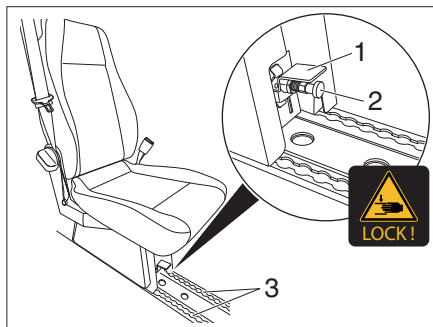

Fig. 20 Montar y desmontar asiento individual
- Tirar hacia arriba la palanca de bloqueo (Fig. 20,1).
- Levantar el asiento individual en el riel (Fig. 20,3).
- Tirar el perno de bloqueo (Fig. 20,2) y presionar hacia abajo la palanca de bloqueo (Fig. 20,1).
- Presionar suavemente del perno de bloqueo (Fig. 20,2) que hay debajo del asiento individual hacia abajo y tirar. Se suelta el bloqueo.
- Mover asiento individual (Fig. 20,2) y presionar hacia abajo la palanca de bloqueo (Fig. 20,1). El asiento individual está bloqueado.